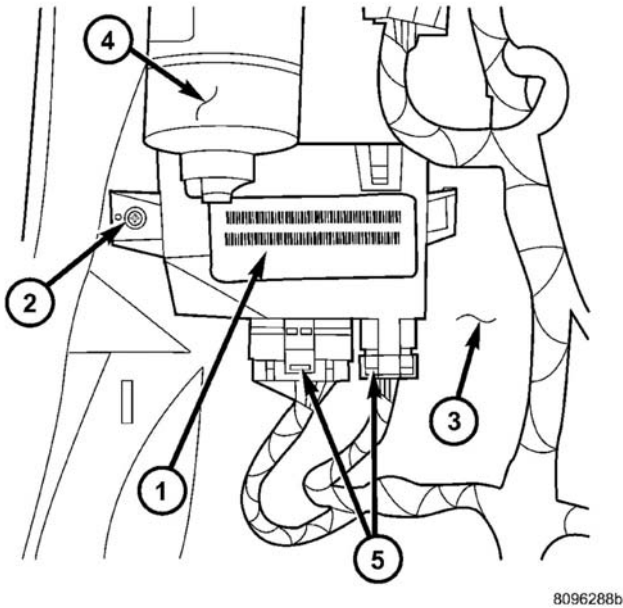

图 10 举升门控制模块
- (1) 断开并绝缘蓄电池负极电缆。
- (2) 从车辆卸下左 D 柱装饰板。有关程序参见[车身]。
- (3) 从 PLG 马达组件断开电电缆速的连接（图 10）。
(4)卸下将 PLG 控制模块固定到 D 柱的螺丝(图 10)。
(5) 从车辆卸下 PLG 控制模块。